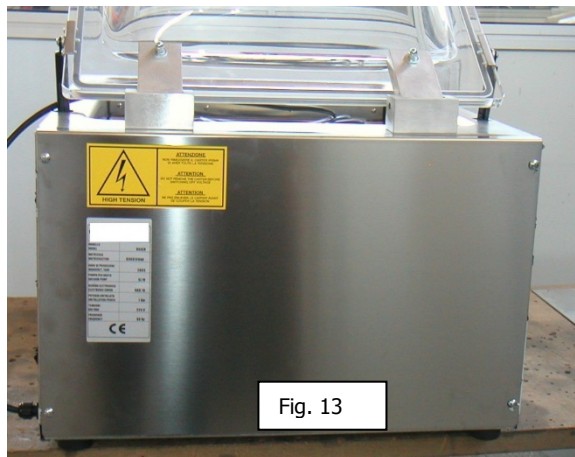

Fig. 13
1. Accéder à l'intérieur de la machine, enlever le carter de protection (1, fig. 13) avec les 4 (6) vis de fixation.